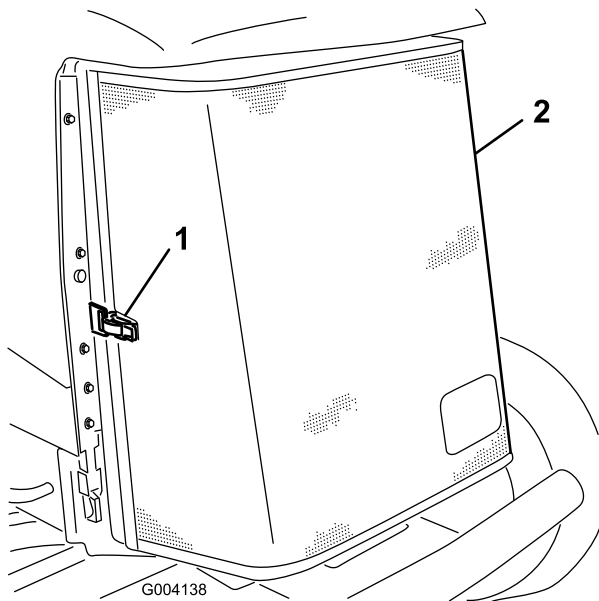

Figure 95
3. Déverrouillez le loquet et ouvrez la grille arrière (Figure 95).